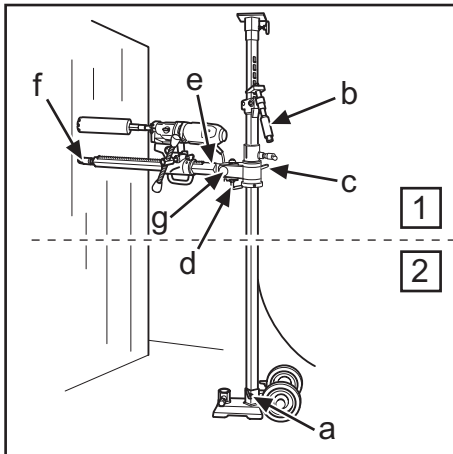
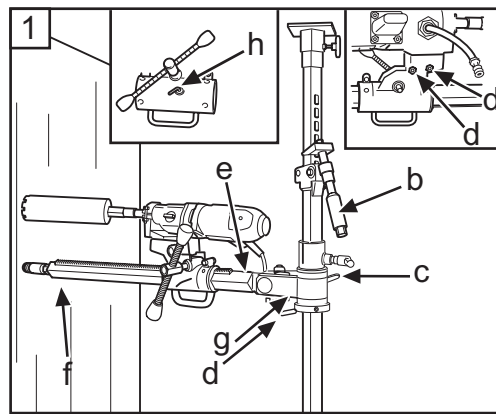

Fig. 3
Fig. 4
- Se la foratura deve essere eseguita a più di 1,5 m di altezza, il tubo esterno grosso deve essere rivolto verso l'alto, e viceversa se l'altezza di foratura è inferiore a 1,5 m. Controllare che il montante sia fissato alla piattaforma con il bullone di fissaggio (a) (fig. 3).
5. Bloccare l'alloggiamento alimentatore alla colonna di foratura (h) (fig. 4).
6. Installare la foratrice nell'attacco rapido dell'alloggiamento alimentatore. Serrare i dadi conici (d) (fig. 4/12) con la chiave da 24 mm.
- Bei Bohrungen oberhalb einer Höhe von 1,5 m muss das grobe Außenrohr nach oben gedreht sein, bei Bohrungen unterhalb von 1,5 m ist es umgekehrt. Überprüfen, ob der Stempel mit dem Sicherungsbolzen (a) in der Sohlenplatte verriegelt ist (Abb. 3).
5. Den Bohrwagen an der Bohrsäule (h) sichern (Abb. 4).
6. Die Bohrmaschine in der Schnellkupplung am Bohrwagen anbringen. Die konischen Muttern (d) anziehen (Abb. 4/12), dazu den 24-mm-Schraubenschlüssel benutzen.
- Si le forage est effectué à une hauteur supérieure à 1,5 m, le gros tube extérieur doit être orienté vers le haut ; si le forage est effectué à une hauteur inférieure à 1,5 m, il doit être orienté vers le bas. Contrôler que le poteau est verrouillé dans le piétement à l'aide du boulon de blocage (a) (Fig. 3).
5. Attacher le carter d'alimentation sur le pilier de forage (h) (Fig. 4).
6. Monter la foreuse dans la fixation rapide du carter d'alimentation. Serrer les écrous coniques (d) (Fig. 4/12) à l'aide d'une clé de 24 mm.
- Wanneer hoger dan 1,5 m moet worden geboord, moet de grovere buitenpijp omhoog zijn gedraaid en andersom wanneer lager dan 1,5 m wordt geboord. Controleer of de stut met de borgbout (a) in de bodemplaat vastzit (Fig. 3).
5. Zeker het toevoerhuis vast op de boorkolom (h) (Fig. 4).
6. Monteer de boormachine in de snelbevestiging op het toevoerhuis. Draai de conische moeren (d) vast met een 24 mm sleutel (Fig. 4/12).
5. Riportare indietro e sollevare la colonna di foratura, bloccandola con l'impugnatura a L (d) e il dado (g) (fig. 3). Per la foratura angolata, allentare l'impugnatura a L (d) e portare la colonna di foratura all'angolo desiderato serrando il dado (g) con la chiave da 30 mm (fig. 4).
6. Controllare la posizione della testa di foratura. Avvitare la vite del montante (f) (fig. 3/7) alla parete per fissare la colonna di foratura. Fissare con il dado di bloccaggio da 30 mm (f) (fig. 3/7), utilizzando un profilo di legno o simile come distanziale.
- La colonna di foratura ruota di 360° e si blocca nella posizione desiderata con la chiave a brugola da 8 mm (e) (fig. 3/4).
5. Die Bohrsäule nach hinten winkeln und hochklappen, mit dem L-Griff (d) und der Mutter (g) sichern (Bild 3). Beim Winkelbohren wird der L-Griff (d) gelöst, und die Bohrsäule wird auf den gewünschten Winkel eingestellt, dazu wird die Mutter (g) mit dem 3-mm-Schraubenschlüssel (Abb. 4) angezogen.
6. Die Lage der Bohrkrone prüfen. Die Stempelschraube (f) zur Fixierung der Bohrsäule in die Wand einschrauben (Abb. 3/7). Mit 30-mm-Sicherungsmutter (f) sichern, einen Holzstab o. ä. zwischenlegen (Abb. 3/7).
- Die Bohrsäule ist um 360° drehbar und wird mit einem 8-mm-Inbusschlüssel (e) fixiert (Abb. 3/4).
5. Remettre en place, sortir le pilier de forage et attacher avec la poignée en L (d) et l'écrou (g) (Fig 3). En cas d'ébarbage, la poignée en L peut être desserrée et le pilier de forage être réglé sur l'angle souhaité en serrant l'écrou (g) à l'aide d'une clé de 30 mm (Fig.4).
6. Contrôler la position du trépan. Visser la vis du poteau (f) (Fig. 3/7) sur le mur pour attacher le pilier de forage. Attacher avec un contre-écrou de 30 mm (f) (Fig. 3/7) en utilisant une règle en bois ou un instrument similaire comme pièce intermédiaire.
- Le pilier de forage peut pivoter à 360° et se verrouiller sur la position choisie à l'aide d'une clé hexagonale de 8 mm (e) (Fig. 3/4).
5. Klap de boorkolom omhoog, zet vast met de L-handgreep (d) en moer (g) (fig 3). Bij boren onder een hoek wordt de L-handgreep (d) losgemaakt en de boorkolom in de gewenste hoek vastgezet door de moer (g) met een 30 mm sleutel vast te draaien (Fig.4).
6. Controleer de stand van de boorkop. Draai de stutschroef (f) (Fig.3/7) tegen de wand om de boorkolom te fixeren. Zeker met borgmoer 30 mm (f) (Fig. 3/7), gebruik een houten regel of iets dergelijks als tussenlaag.
- De boorkolom is 360° draaibaar en wordt in de desbetreffende standen vastgezet met een 8 mm inbusleutel (e) (Fig. 3/4).